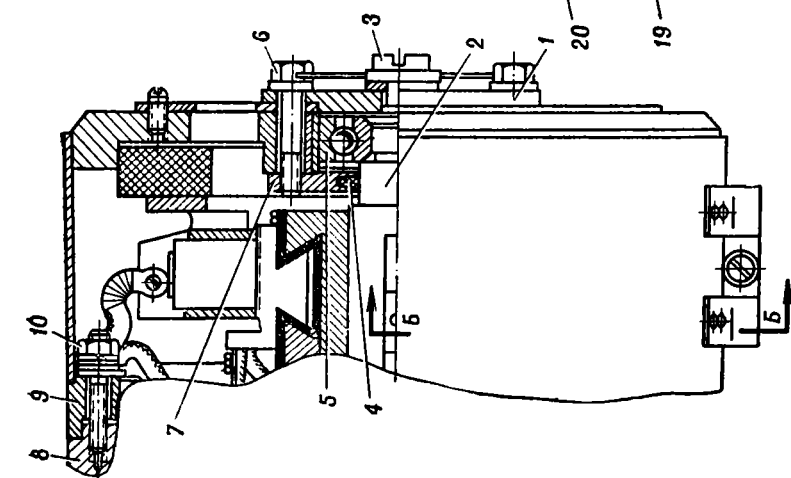

Рис. 35. Приводной двигатель гидроусилителя (вид со стороны коллектора):
1. Отвинтить винт 18 (рис. 35) на 5—6 оборотов и снять защитную ленту 12.